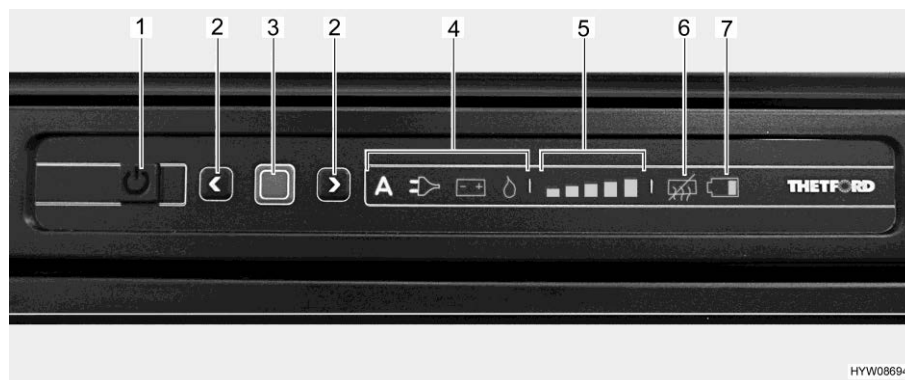

Fig. 134 Quadro comandi LED (frigorifero Thetford)
- Premere il tasto On/Off (Fig. 134,1) per 1 secondo. Il tasto si illumina di verde. Dopo circa 10 secondi, l'indicatore viene attenuato per risparmiare energia.
- Premere il tasto di conferma (Fig. 134,3). Viene visualizzata l'ultima modalità di funzionamento selezionata.
- Premere il tasto di conferma (Fig. 134,3) per circa 2 secondi. I simboli della modalità di funzionamento lampeggiano.
- Selezione manuale dell'energia: Selezionare le fonti di energia desiderate con i tasti freccia (Fig. 134,2).
- Sistema automatico di selezione di energia (solo per modelli con selezione automatica dell'energia): Selezionare la modalità di funzionamento "A" con i tasti freccia (Fig. 134,2).
- Confermare la scelta con il tasto di conferma (Fig. 134,3).
- Premere nuovamente il tasto di conferma (Fig. 134,3). L'indicatore del livello di refrigerazione (Fig. 134,5) lampeggia.
- Per modificare l'impostazione, premere i tasti freccia (Fig. 134,2) fino a visualizzare l'impostazione desiderata.
- Premere il tasto On/Off (Fig. 134,1) per circa 2 secondi. Tutte le spie si spengono. Il frigorifero è spento.
Dopo l'accensione il frigorifero seleziona automaticamente la regolazione del termostato selezionata per ultima. Questa impostazione può essere modificata manualmente con i tasti freccia (Fig. 134,2). Ci vogliono alcune ore prima che il frigorifero raggiunga la temperatura normale di esercizio. Quando si commuta a un'altra modalità di funzionamento, la regolazione sul termostato viene mantenuta.